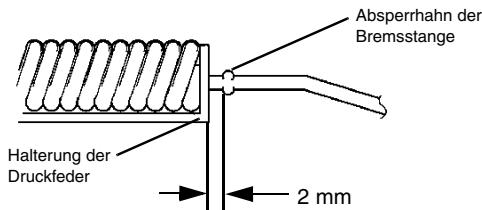

ABBILDUNG 28
- Abbildung 28 betrachten. Abstand von der Innenseite des Absperrrahns der Bremsstange zur Außenseite der Halterung der Druckfeder messen (befindet sich unterhalb des Fußbereichs auf der linken Seite des Getriebes). Der Abstand sollte zwischen **2 bis 10 mm** betragen.